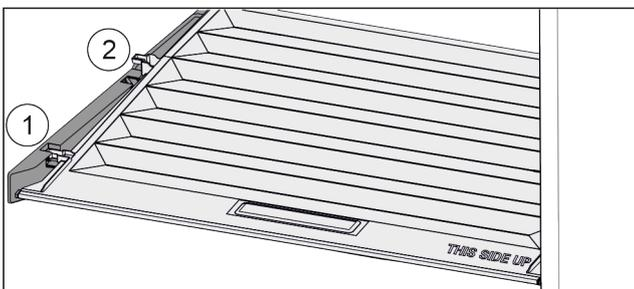

Fig. 124
- ▶ Deslice la tapa hacia delante hasta la abertura de las piezas de sujeción Fig. 124 (1).
- ▶ Levántela por detrás desde abajo y retírela tirando hacia arriba Fig. 124 (2).